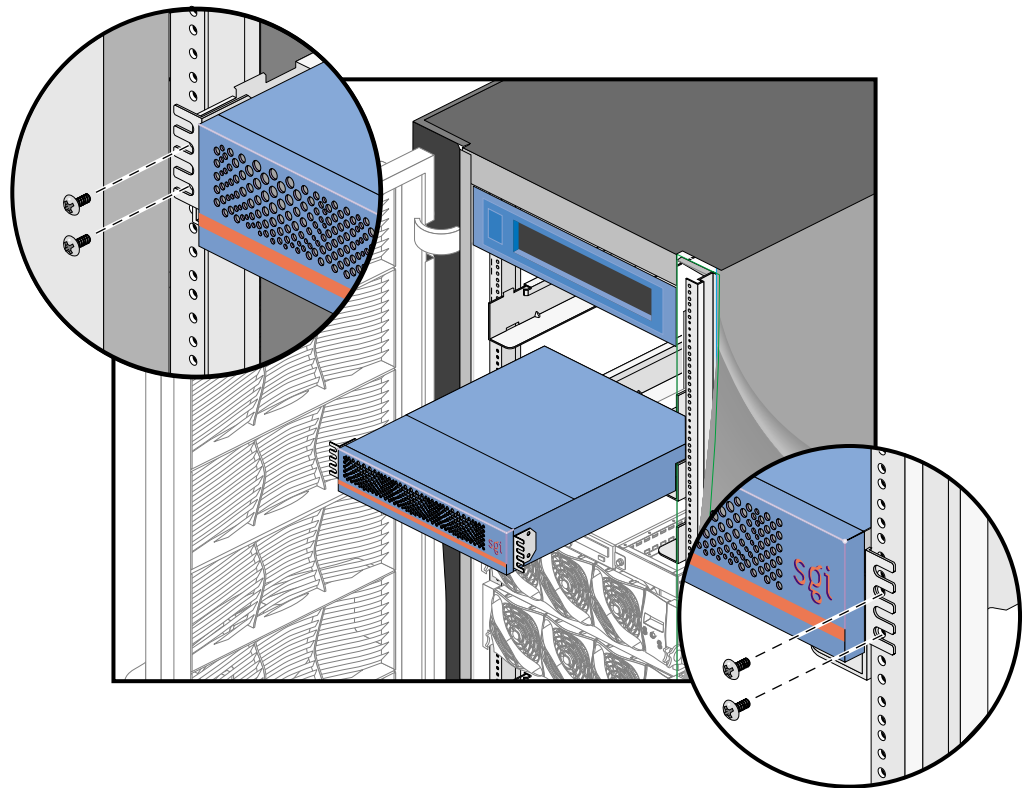

図 2-2 ラックに VBOB を取り付ける
4. 図2-2 に示すように、ラックに合ったネジを使って VBOB をラックに取り付けます。